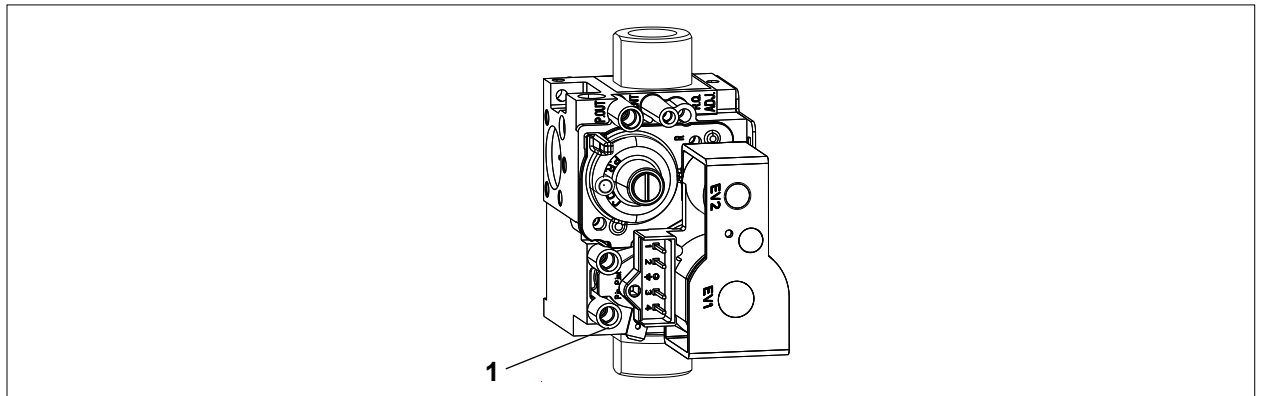

Abb. 6.1 Messnippel Gasdruck
- Verschlussschraube am Messnippel (1) (Abb. 6.1) lockern und Gaszuleitung entlüften.
- Differenzdruckmessgerät oder U-Rohr-Manometer am Messnippel (1) an „+“ anschließen. Mit „-“ gegen Atmosphäre.